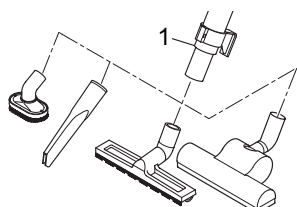

Abb. 9
2. Ziehen Sie die vorhandene Düse vom Teleskoprohr (Abb. 9/1) ab.
3. Stecken Sie die gewünschte Düse auf das untere Ende des Teleskoprohrs (Abb. 9).